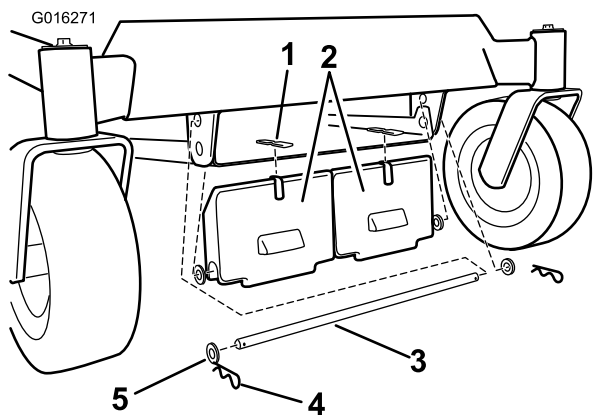

Figure 2
- Montez le pare-chocs adhésif sur la masse (Figure 2).
3. Montez les masses à l'avant du châssis de la machine. Fixez la masse avec une tige, quatre rondelles et deux goupilles fendues, comme montré à la Figure 2.